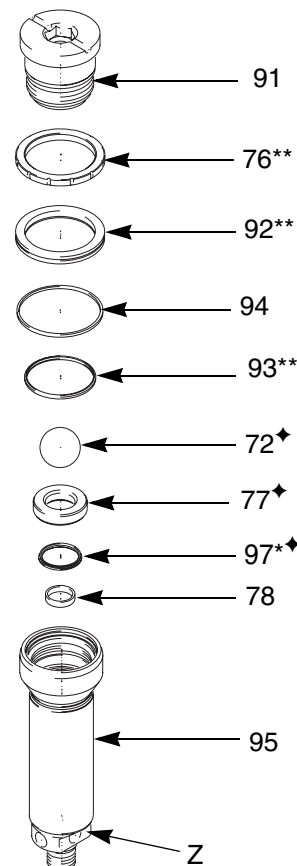
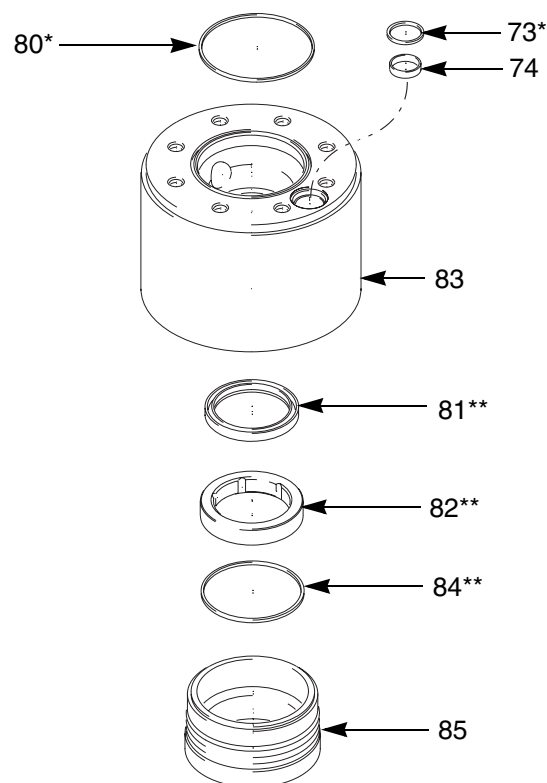

Fig. 12 Despiece del conjunto del pistón
Fig. 13
4. Retire el cilindro (79).
6. Retire el la válvula de pistón (91) del pistón. Tenga cuidado de no dañar la superficie del pistón durante las tareas de reparación y de mantenimiento. Sujete las partes planas (Z) para evitar que el pistón gire mientras desmonta el tornillo. (Vea FIG. 12.)
7. Anote las posiciones y orientaciones del anillo de guía (76\*\*), de la copela en U (92\*\*), y del anillo de sellado (94) instalados en la válvula de pistón (91). Retire estas piezas y reemplácelas por las piezas adecuadas del kit de reparación de empaquetadura (página 30).
9. Retire el anillo de sellado (93\*\*) del interior del pistón (95) y reemplácelo.
10. Anote las posiciones y orientaciones del retén de empaquetadura (85), del sello plano (84\*\*), del anillo de guía (82\*\*) y de la copela en U (81\*\*) a medida que los desmonta del alojamiento de empaquetadura (83). Reemplace las piezas blandas por las piezas incluidas en el kit de reparación de empaquetadura. Vea FIG. 13.
1. Introduzca la copela en U (81\*\*), el anillo de guía (82\*\*), el sello plano (84\*\*), y el retén de empaquetadura (85) en el alojamiento de empaquetadura (83). Vea FIG. 13.
2. Introduzca el anillo de sellado (93\*\*) en el pistón (95). Reemplace el pistón (95) si mostrara signos de desgaste. Compruebe que el anillo (78) está colocado. Vea FIG. 12.
3. Verifique el correcto montaje de las piezas de la válvula de aspiración (97\*\*♦, 77♦, y 72♦). Vea FIG. 12.
4. Monte el anillo de guía (76\*\*), la copela en U (92\*\*), y el anillo de sellado (94) en la válvula de pistón (91). Vea FIG. 12.
5. Coloque la válvula de pistón (91) en el pistón (95). Vuelva a apretar firmemente la válvula de pistón (91). Vea FIG. 12.